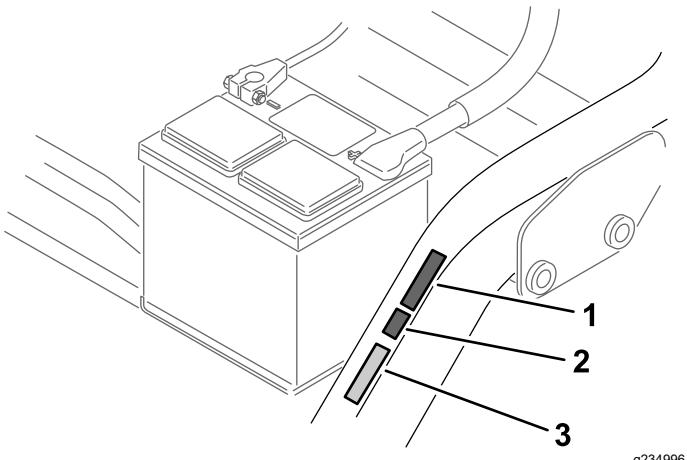

Рисунок 14
- Приклейте наклейку с маркировкой СЕ рядом с табличкой с серийным номером (Рисунок 14).
- Приклейте наклейку СЕ, указывающую год выпуска, рядом с наклейкой с маркировкой СЕ (Рисунок 14).